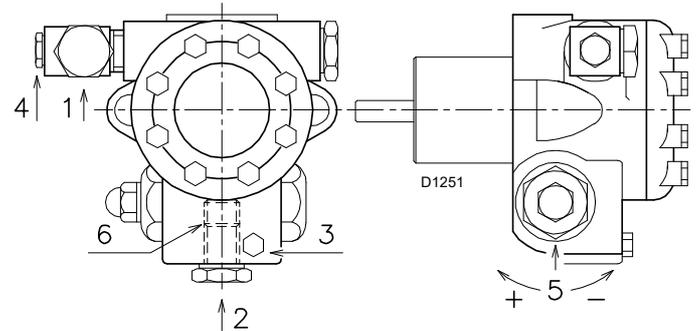

Fig. 21
- Cuando el gasóleo sale por el tornillo 3) (Fig. 21), la bomba está cebada. Detener el quemador: interruptor 1) (A) en posición "OFF" y enroscar el tornillo 3).